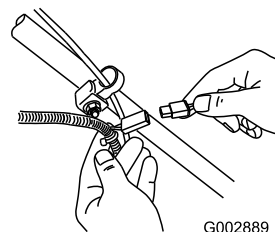

Bild 28
1. Schließen Sie das Ladegerät an den Kabelbaum an, der sich unter der Elektrostarttaste befindet (Bild 28).